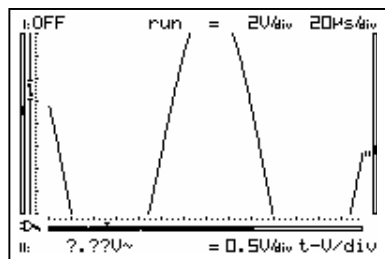

Fig 30
- Si la señal desaparece de la pantalla o si la señal es demasiado pequeña para medir, se visualizarán tres puntos de interrogación ??? (Fig 30)